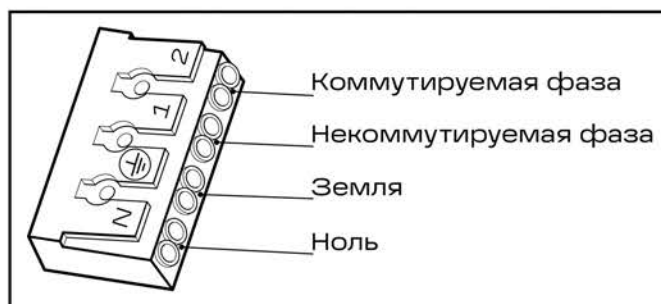

Рис. 4
5.8 Выполните электрическое подключение осветительного прибора согласно рис. 4.